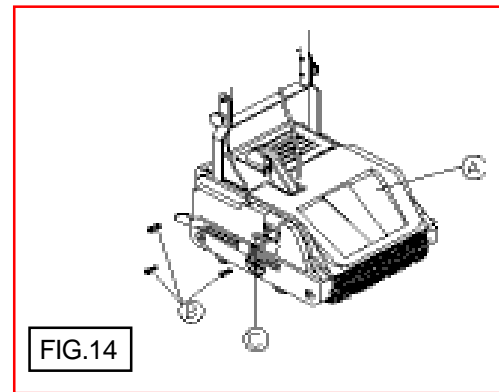

FIG.14
13.3 SUSTITUCIÓN DEL FUSIBLE (FIG.14)